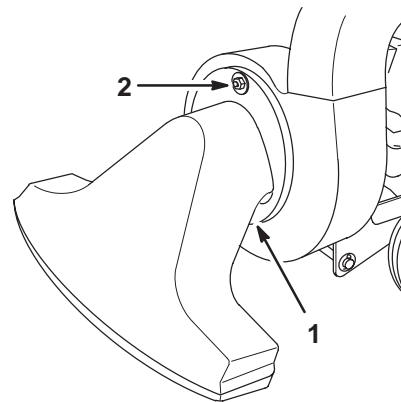

Bild 9
2. Befestigen Sie die Düse mit einer Scheibe und Sicherungsmutter am Gebläse (Bild 9).